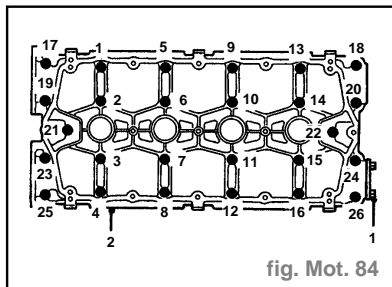

fig. Mot. 84
- Enlever les 2 boulons maintenant la plaque d'obturation sur l'arrière du support d'arbre à cames d'admission et déposer la plaque (fig. Mot. 84).